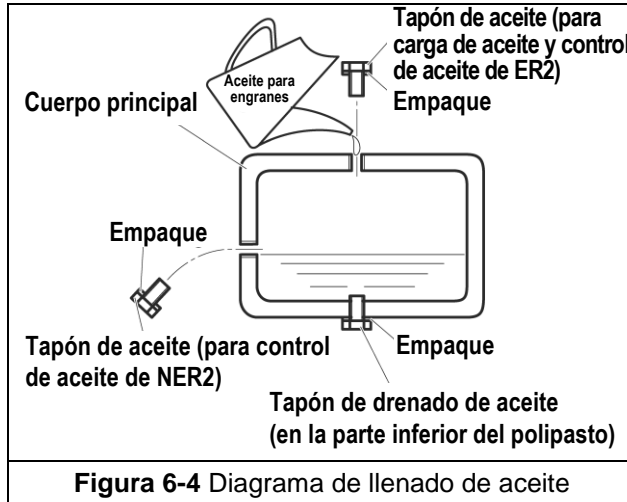

**Figura 6-3** Ubicaciones del tapón de aceite
6.3.3 **NIVEL DEL ACEITE DE NER2** – El nivel de aceite se verifica quitando el tapón de aceite en el costado del polipasto, como se puede ver en la Figura 6-3 para los polipastos NER2. El nivel de aceite debe quedar justo por debajo del orificio cuando el polipasto está nivelado.